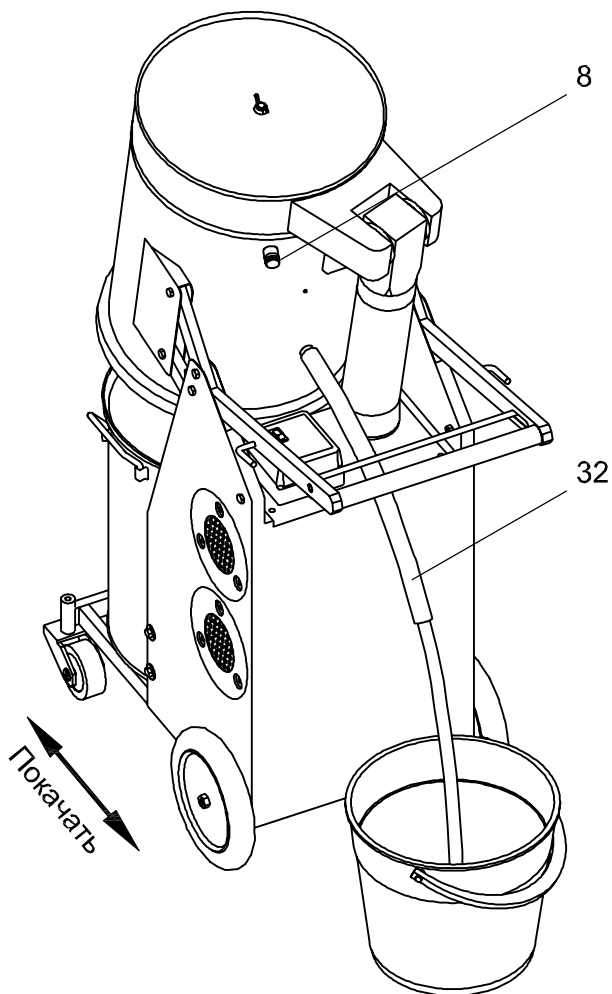

Рисунок 8. Слив воды.
Если уровень воды превышает допустимый, необходимо, сняв сливной шланг 32 с заглушки 8, слить лишнюю воду в ведро (стр. 14, Рисунок 8).
7.3.3. Снять конец сливного шланга 32 с заглушки 8 и, закрыв его пальцем, направить в ведро (Рисунок 8).